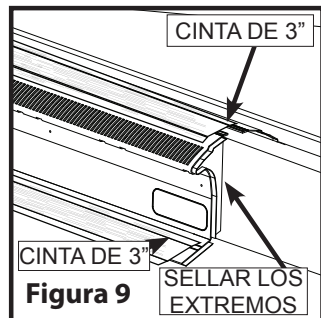

Figura 9
a. Aplicar cinta selladora de aluminio de 3" de ancho como mínimo, a lo largo de la brida superior, en cada unión a tope y en cada extremo. (véase la Figura 9)
a. Aplicar dos capas de sellante Mastic con una cinta de refuerzo de al menos 3" de ancho a lo largo del borde de la brida superior, en cada unión a tope y en cada extremo. (véase la Figura 9)